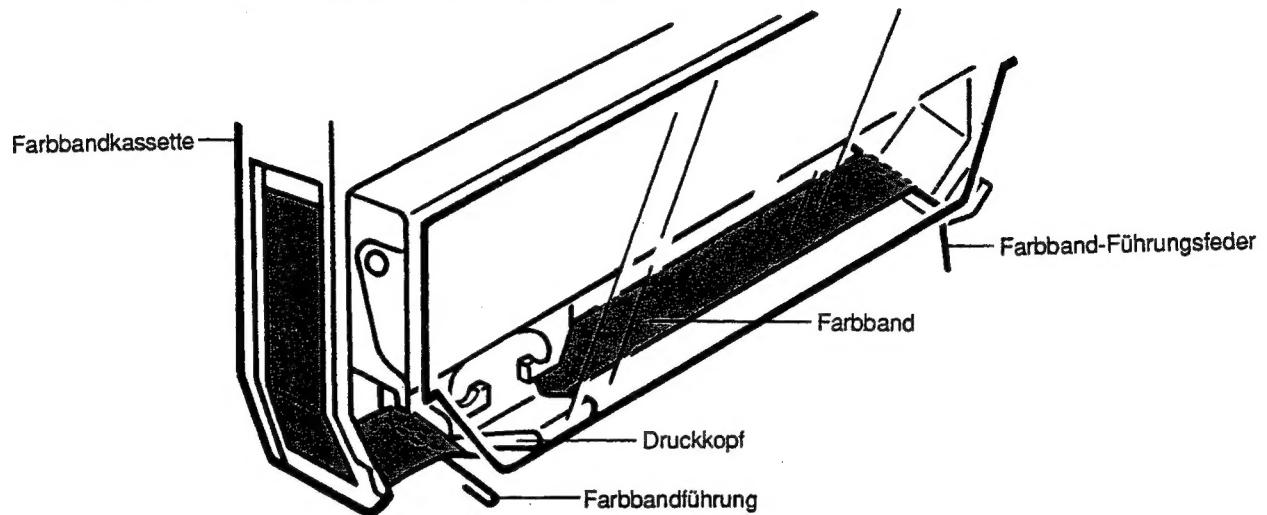

Abb. 1
- Das Farbband über die Farbband-Führungs feder legen, danach unter den Druckkopf und schließlich über die Farbbandführung führen (siehe Abb. 1).